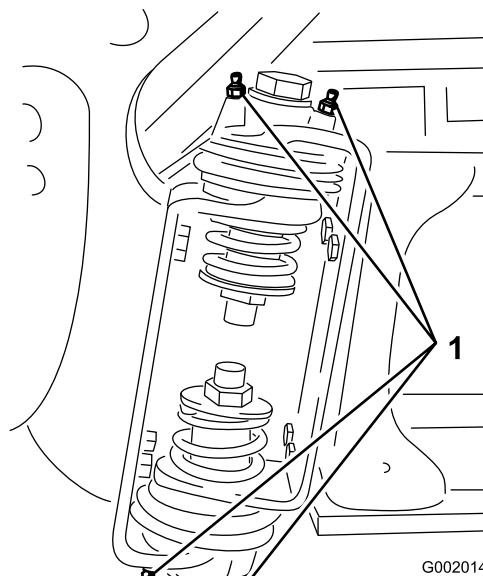

Figure 44
2. Injectez la graisse dans le roulement ou la bague de chaque graisseur (Figure 44).